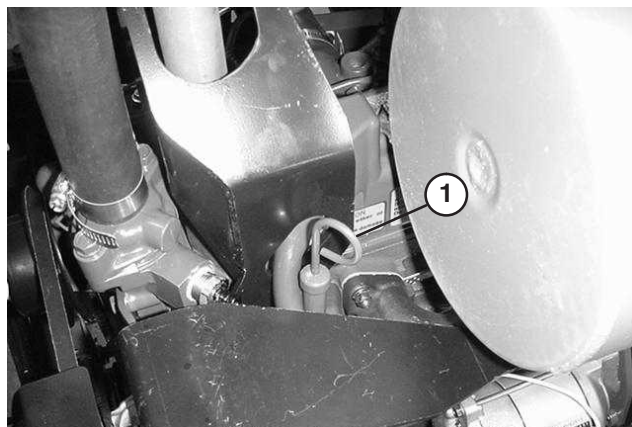

Bild 22
2. Nehmen Sie den Ölpeilstab heraus (Bild 22), wischen Sie ihn ab und stecken Sie ihn wieder rein. Nehmen Sie den Peilstab heraus und prüfen Sie den Ölstand. Der Ölstand sollte an der VOLL-Marke am Ölpeilstab liegen.